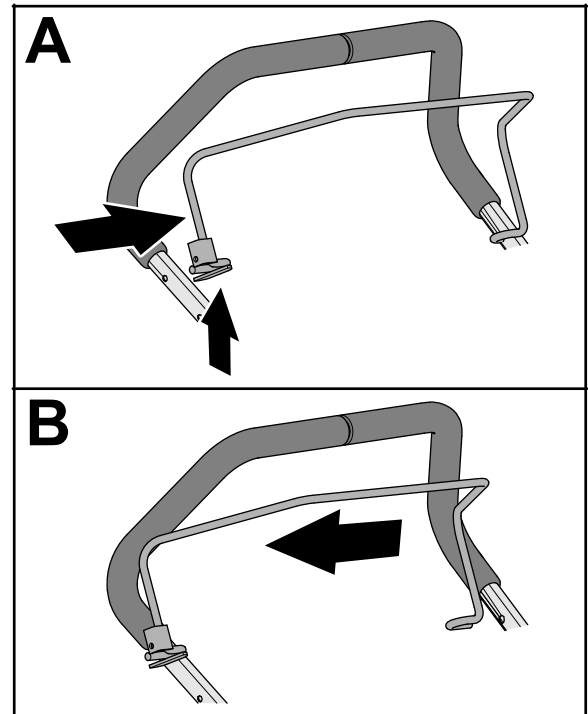

Bild 10
2. Drücken Sie die Seite des Schaltbügels zusammen, bis Sie ihn vom oberen Holm abnehmen können, und nehmen Sie den Schaltbügel von der Maschine ab (**Bild 10**).